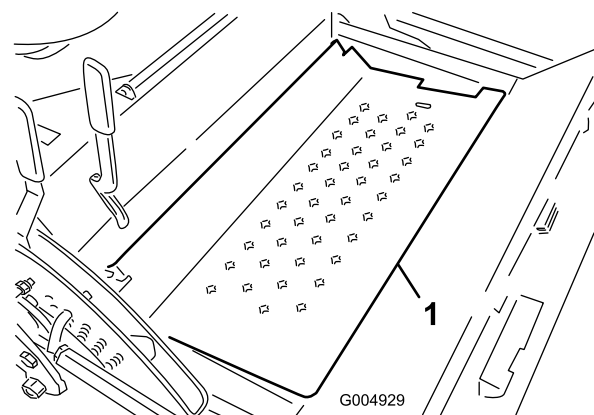

Figure 27
6. Relevez le panneau de plancher (Figure 27).